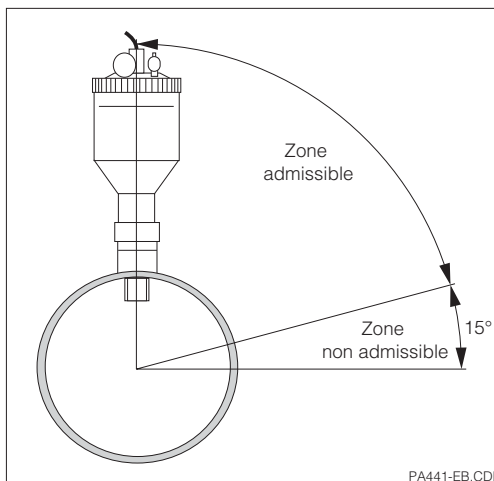

Fig. 3.3 Implantations admissibles pour CPA 441
- Pour l'installation, l'inclinaison permise de la sonde ne doit pas tomber en dessous de 15° par rapport à l'axe horizontal (voir fig. 3.3). Il faut veiller à ce que l'électrode soit en contact avec le produit à mesurer. Lors d'un montage oblique il faut tenir compte de la modification du volume de l'électrolyte utile (voir chap. 3.5).